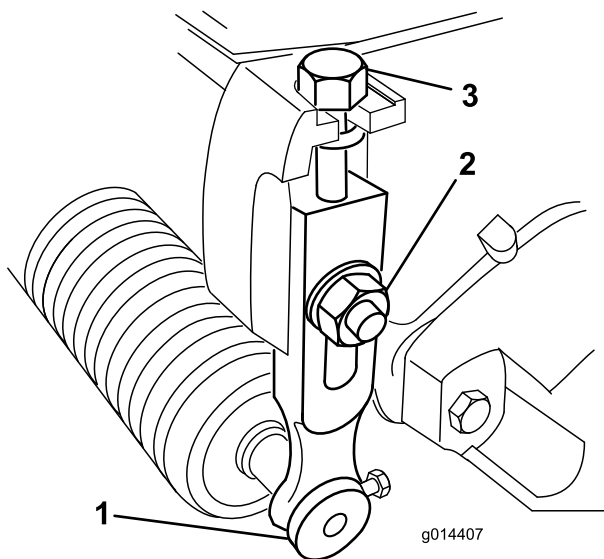

Figura 9
1. Afloje las contratuercas que sujetan los brazos de altura de corte a las chapas laterales de la unidad de corte (Figura 9).